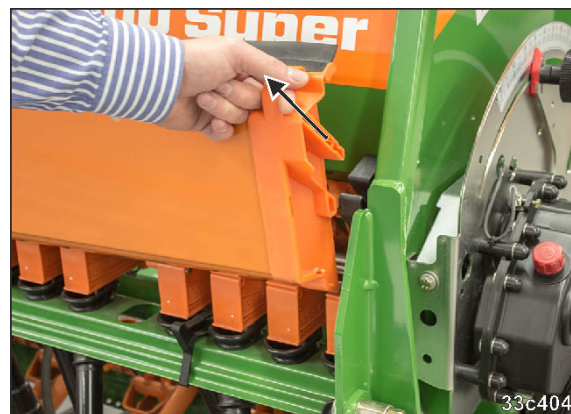

Fig. 142
1. Træk kalibreringsfordybningerne (Fig. 142) ud af holderne.